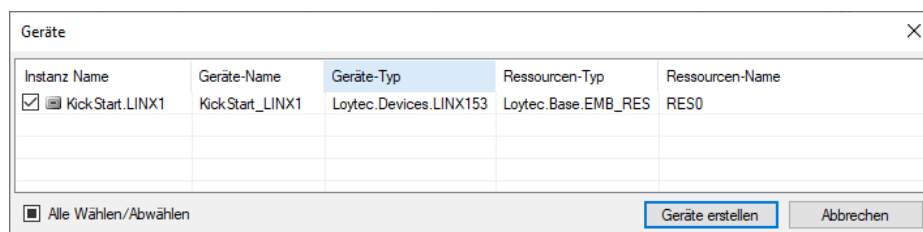

Abbildung 65: Wählen der zu erstellenden Geräte.
21. Wählen Sie in der Liste alle zutreffenden Geräte aus und klicken Sie auf **Geräte erstellen** (siehe Abbildung 65).